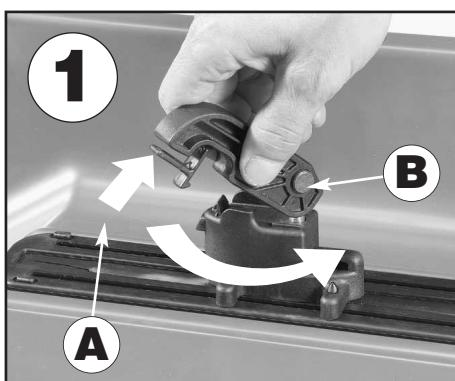

fig. 1)
- Entblocken Sie die Sicherheit (fig. 1/A), richten Sie den Fixier-Griff senkrecht nach oben (fig. 1/B).